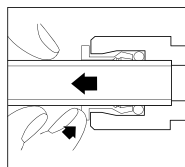

Fig.3
- ▶ Per rimuoverla, spingere dentro l'anello di serraggio e tirare fuori la tubazione (fig. 3).